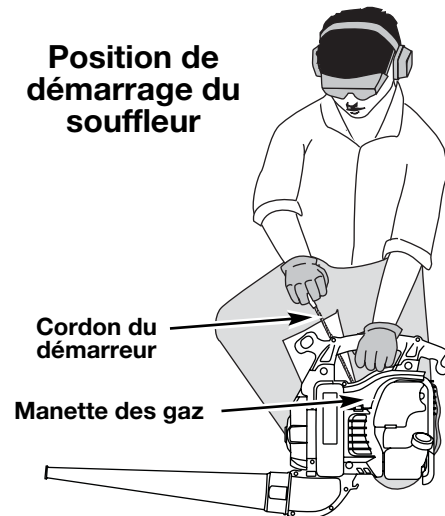

Fig. 14
5. Se placer en position de démarrage (Fig. 14). Mettre le levier de la manette des gaz en position Rapide (🐇) (Fig. 8) et tirer sur le cordon du démarreur d'un coup sec cinq fois de suite.